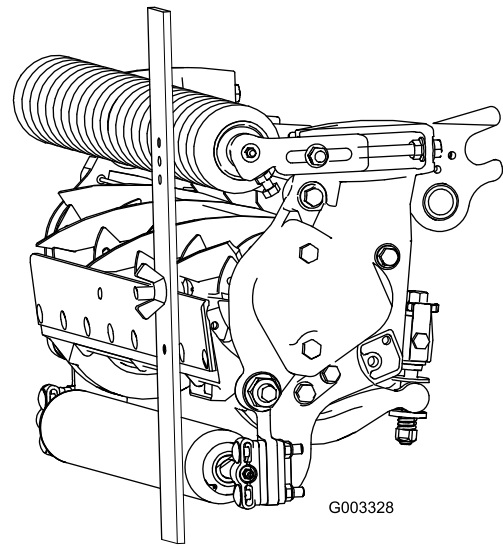

Figura 20
3. Prenda a cabeça do parafuso à extremidade cortante da lâmina de corte e apoie a extremidade traseira da barra no rolo traseiro (Figura 20).
4. Rode o parafuso de ajuste até que o rolo entre em contacto com a dianteira da barra indicadora (Figura 20). Ajuste ambas as extremidades do rolo até que todo o rolo esteja paralelo à lâmina de corte.